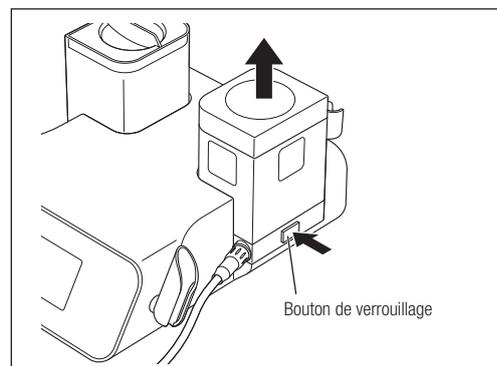

Fig. 42
- 3) Appuyez sur le bouton de verrouillage pour retirer la chambre. Soulevez ensuite la chambre en la maintenant droite (Fig. 42).